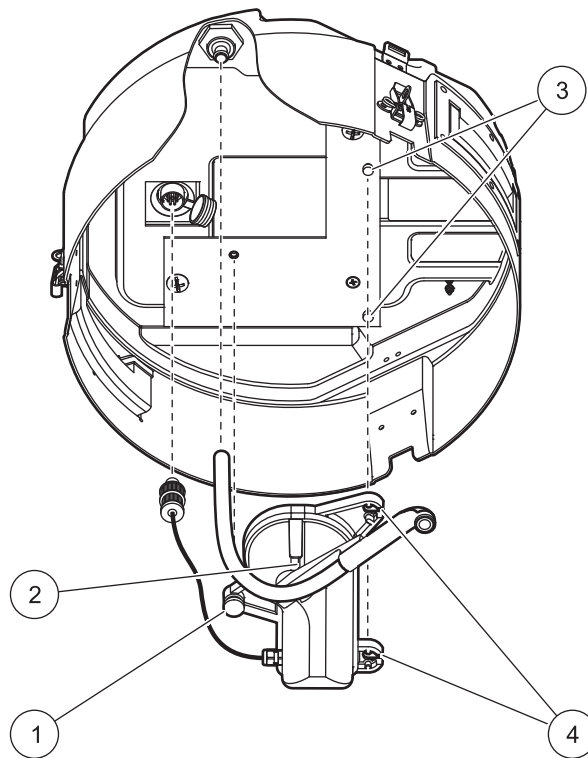

图 12 分配器 组件 安装
1. 滑动位于中心部分内表面顶部的定位器销子下分配器组件外壳上的两个槽口 (图 12)。
3. 将分配器配管推入位于中心部分内表面顶部的采样器管道接头 (图 12)。